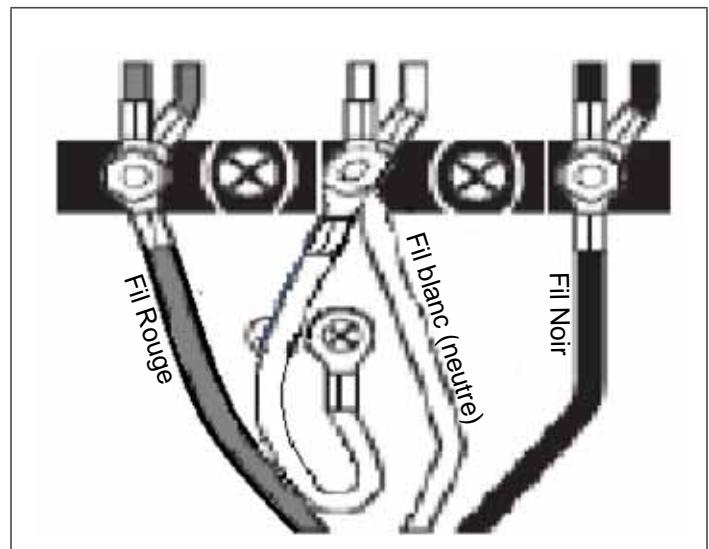

Figure 15: Connexion à trois fils
3. Fixez le fil neutre mis à la terre du circuit d'alimentation au plot central (de couleur argent) du bloc de jonction (consultez la Figure 15).
- Installez les deux supports supérieurs pour étagère et les trois supports inférieurs pour étagère aux endroits indiqués sur les gabarits. Fixez-les en place à l'aide des (10) vis de 1 po (25,4 mm) fournies.
- Installez la plaque murale en plaçant les encoches des coins (dos de la plaque murale) au sommet des deux supports supérieurs pour étagère. Faites glisser l'ensemble de l'étagère vers le haut jusqu'à ce que la partie inférieure s'enclenche dans les quatre supports inférieurs (Figure 15).